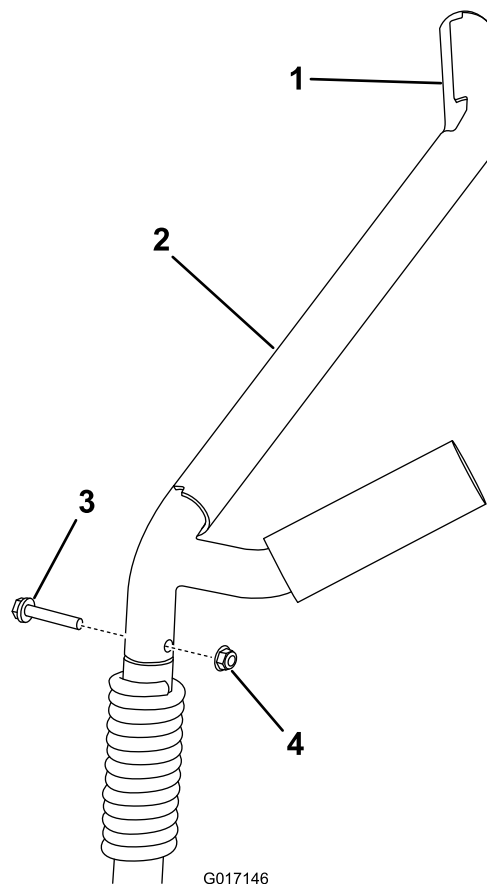

Figura 14
1. Scoatei cele 2 brae de susinere bra, îndepărtând urubul i piulia (Figura 14).